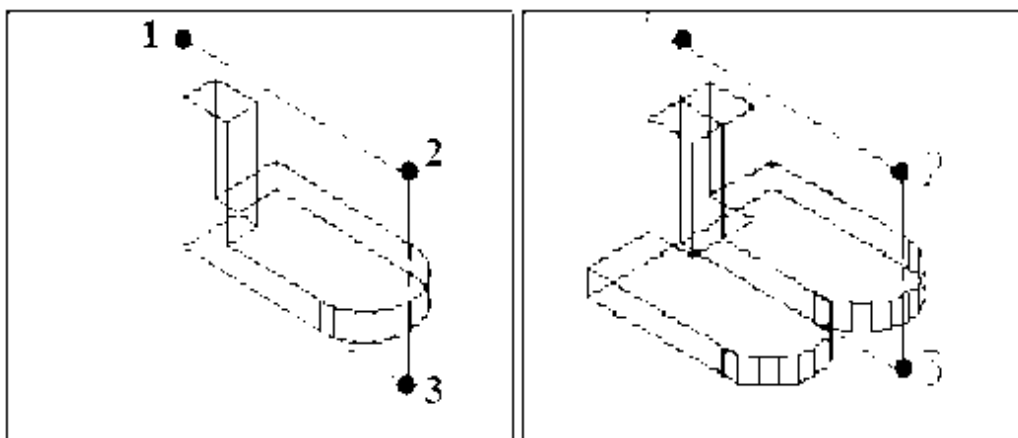

Рисунок 26 - К заданию 3.2.2
3.2.2 Создать трехмерный объект и отобразить зеркально относительно плоскости, заданной тремя точками 1, 2, 3 (рисунок 26).